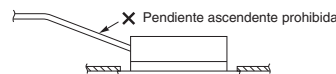

Fig. 3-13
- No instale el tubo con una pendiente hacia arriba desde el orificio de conexión. De lo contrario, el agua de drenaje podría fluir hacia atrás y fugarse cuando la unidad no está en funcionamiento. (Fig. 3-13)